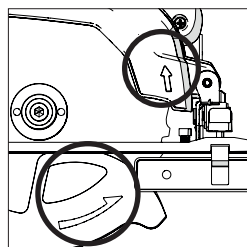

Abb. 6
- Stellen Sie sicher, dass die auf dem Sägeblatt aufgedruckte Drehrichtung der Richtung der Pfeile auf dem oberen und unteren Sägeblattschutz entspricht. (**Abb. 6**)